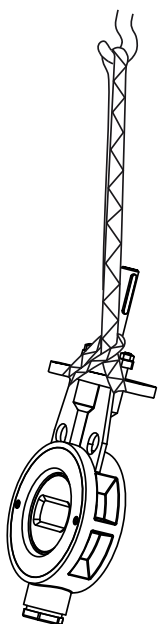

Fig. 5.1.1
1. **Vannes avec arbre nu et vannes avec boîte à engrenages ou levier à main, toutes dimensions :** À soulever en se positionnant sous la bride de fixation de l'actionneur de vanne, voir (→ Fig.5.1.1)